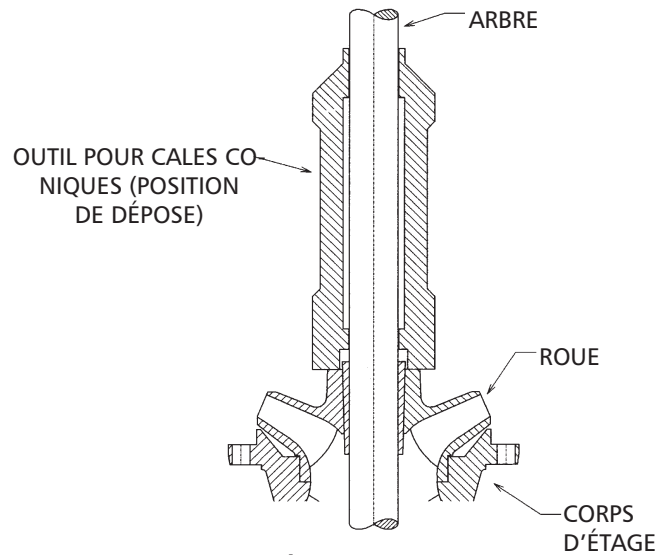

Figure 12
3. Enfiler l'outil pour cales coniques (dans sa position de dépose) ou un outil équivalent sur l'arbre (fig. 12), puis lever l'arbre aussi haut que possible et frapper le moyeu de roue vers le bas avec l'outil pour dégager la cale conique et libérer la roue.